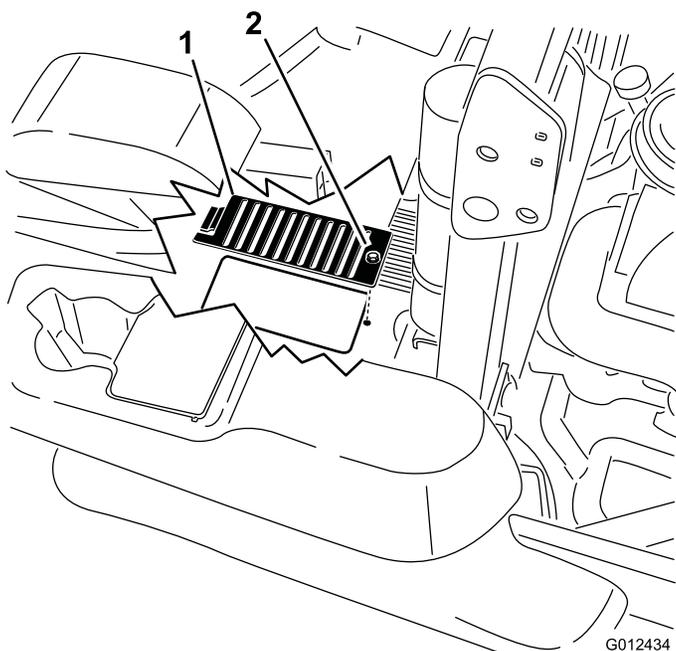

Figura 73
6. Togliete il coperchietto e il relativo bullone sopra ogni asta di livello. Pulite l'area attorno a ogni asta di livello e all'unità idraulica (Figura 73).